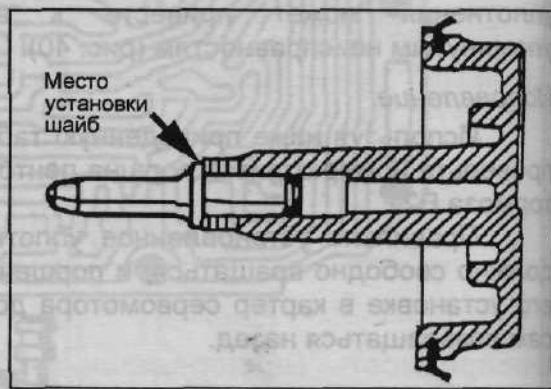

Рис. 42.
- Ход поршня должен быть 3,2 мм. Регулировку хода можно осуществить с помощью специальных шайб, установленных на штоке поршня (рис. 42). Номера этих шайб по каталогу Mercedes можно найти в таблице. Некоторые техники увеличивают или уменьшают длину штифта клапана RV1. Можно пользоваться любым из этих способов.